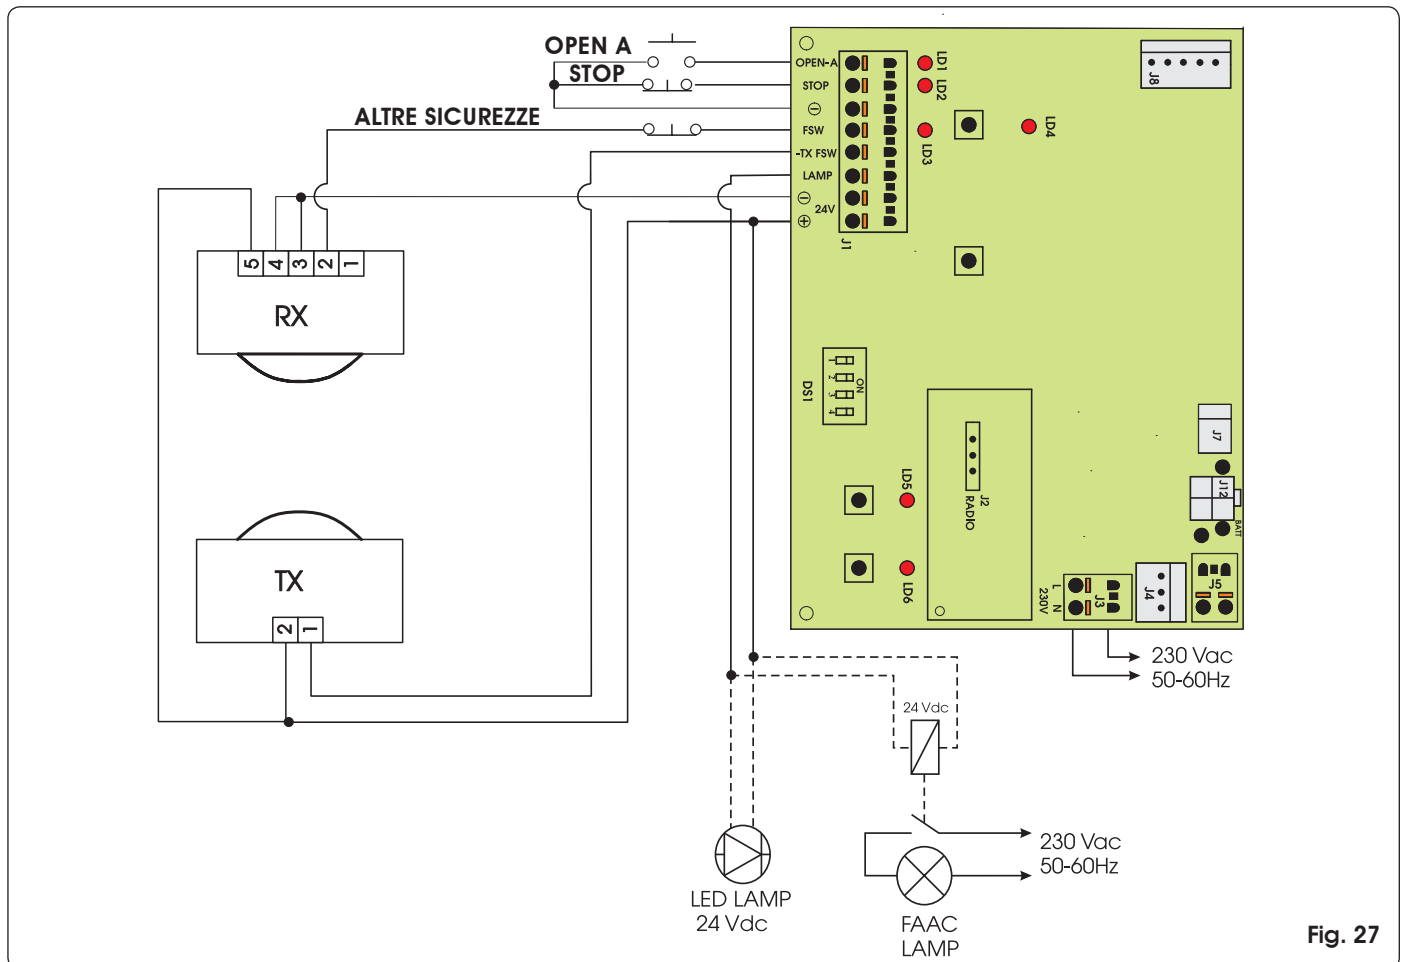

Fig. 27
- Realizzare i collegamenti elettrici facendo riferimento alla Fig. 27.